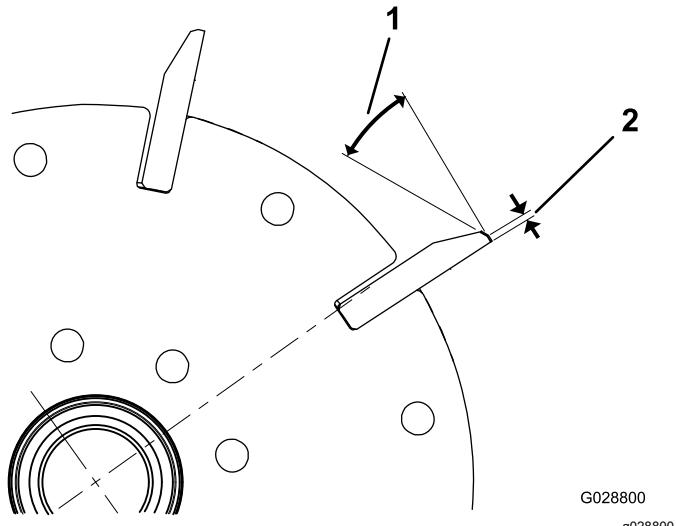

図 27
- 全部のリール刃に 30°の角度で2番削りを行って、ランド部の幅を 1.3 mm にしてください 図 27。